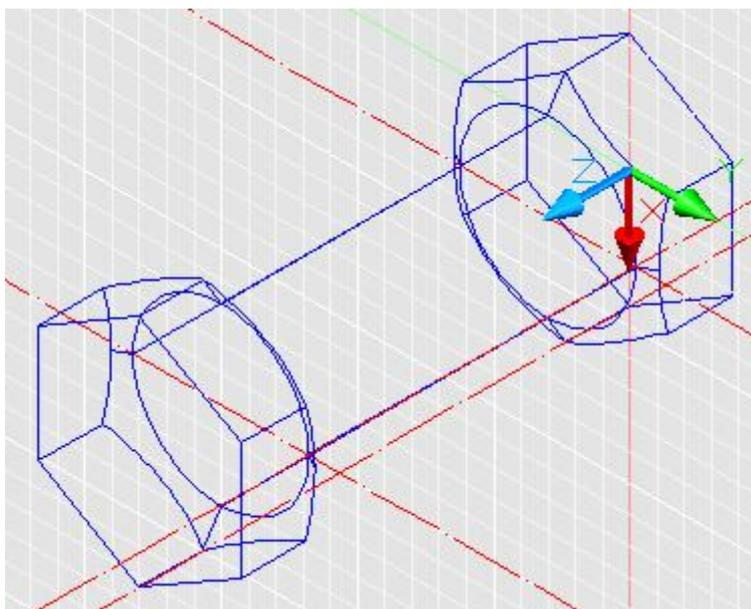

Рис. 13
13. Из полученного шестигранника вычитаем тело, полученное в предыдущем этапе. Выбираем команду  или в командной строке вводим **SUBTRACT**, выделяем шестигранник затем выделяем тело (см. рис. 13).